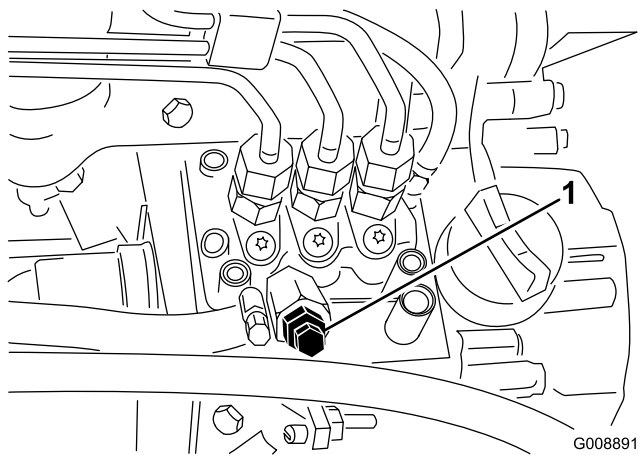

Figura 41
3. Aprite le viti di spurgo dell'aria, situata sulla pompa di iniezione del carburante (Figura 41).